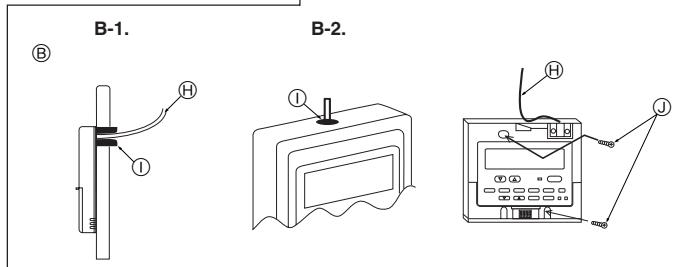

Fig. 7-3
(2) Çırçır damlaları, su, hamamböceği ve kurtçuk girişini önlemek için uzaktan kumandanın bakım girişini macunlayın. (Fig. 7-3)